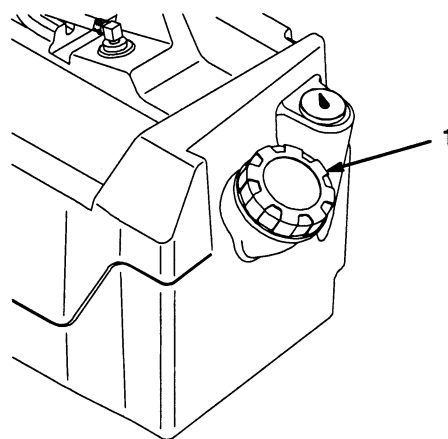

Bild 2
2. Reinigen Sie den Bereich um den Kraftstofftankdeckel (Bild 2).